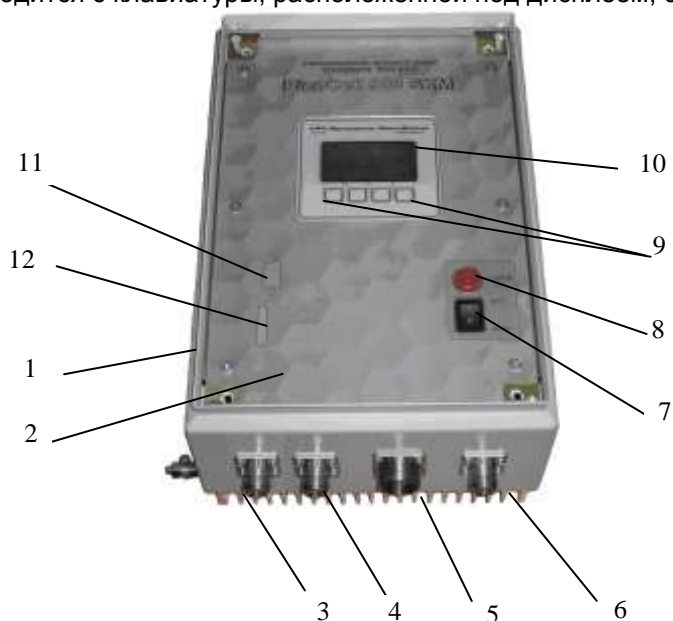

Рис.1 Ретранслятор *PicoCell 900* (без крышки)
Внешний вид ретранслятора *PicoCell 900* показан на рис.1
3.2.3. Присоедините разъемы кабелей от антенн к соответствующим разъемам ретранслятора (см. рис.1). Внутренние поверхности ВЧ разъемов должны быть чистыми. В случае попадания пыли или влаги внутрь ВЧ разъемов следует перед подсоединением протереть их ветошью или ватным тампоном, смоченным чистым спиртом.